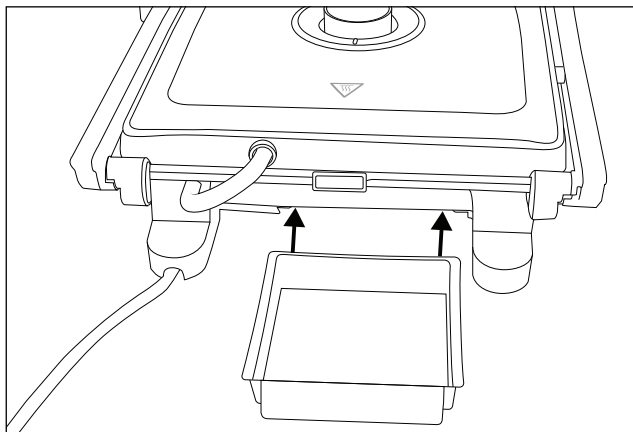

Abb. 1
- 2) Schieben Sie den Saftauffangbehälter **9** in die Halterung an der Rückseite des Gerätes (Abb. 1).
- ◆ Schließen Sie den Sicherheitsverschluss ④.
- ◆ Den Reinigungsschaber ⑧ können Sie zur Aufbewahrung in den Saftauffangbehälter ⑨ legen. Schieben Sie danach den Saftauffangbehälter ⑨ in die Halterung an der Rückseite des Gerätes (Abb. 1).